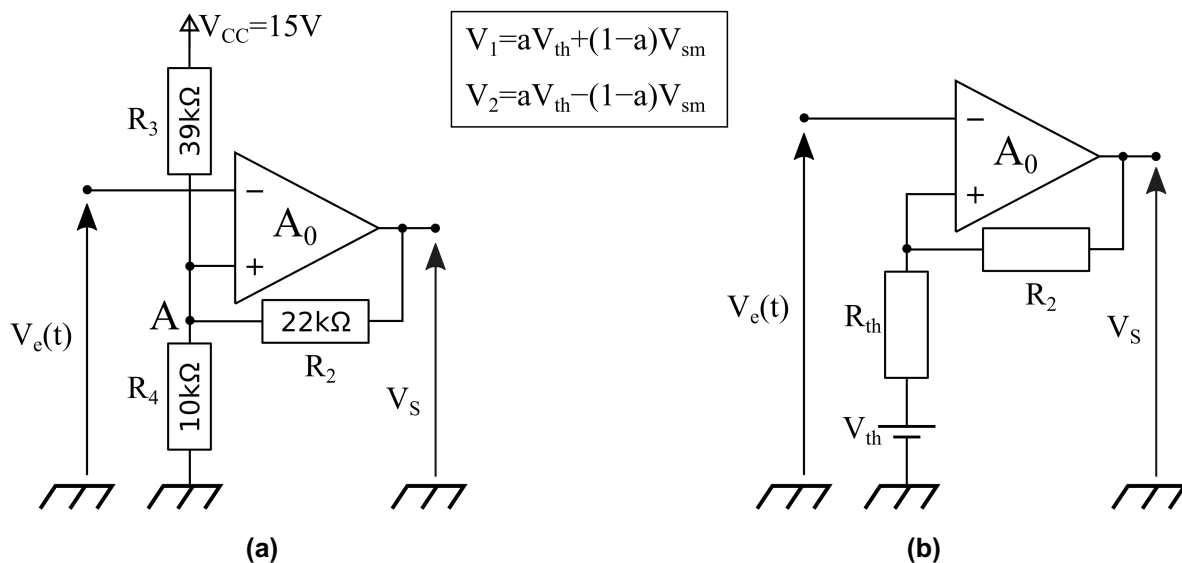

Figure 5 : Montage de comparateur à hystérésis : a) avant simplification, b) après utilisation de Thévenin.
Le schéma du montage "comparateur à hystérésis" est donné en figure 5.b. Il est caractérisé par l'existence de deux seuils de comparaison V_1 et V_2 sur l'entrée + de l'amplificateur opérationnel selon que la tension de sortie v_s est maximale positive (+ V_{sm}) ou maximale négative (- V_{sm}) :
2.2.1. En utilisant Thévenin, montrer que le montage de la figure 5.b, est équivalent à celui de la figure 5.a. En utilisant le schéma de la figure 5.b, retrouver alors les expressions des seuils V_1 et V_2 . Réaliser le montage de la figure 5.a. Exciter l'entrée $V_e(t)$ par un générateur sinusoïdal d'amplitude 14 V crête à crête et de fréquence 1 kHz.
- Enlever « la charge » constituée par l'AOP et R_2 . Déterminer alors le potentiel au point A ; c'est le potentiel de Thévenin appelé V_{th} sur la figure 5.b.
- Rebrancher ensuite la charge, vous devez obtenir le schéma de la figure 5.b.
Supprimer la résistance R_3 du montage de la figure 5.a (on la remplace par un circuit OUVERT), et conserver $R_4 = 10\text{ k}\Omega$. Refaire les mêmes mesures que précédemment. En analysant les nouvelles valeurs de V_{th} et de R_{th} dans ce montage, indiquez si ce résultat est conforme à la théorie.